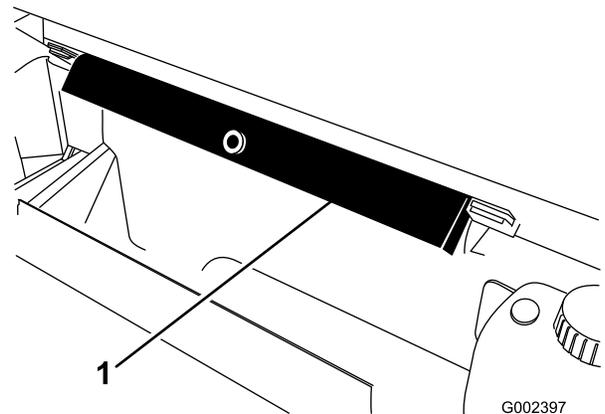

Figure 37
2. Sortez la béquille de sécurité des supports de rangement au dos de l'arceau de sécurité (ROPS) (Figure 37).